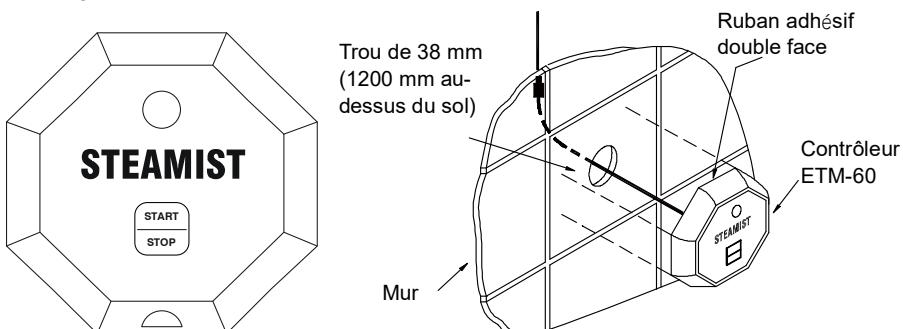

Figure 1: Panneau de commande
1. Le générateur de vapeur doit être solidement fixé au mur ou au sol, et installé le plus près possible de la baignoire ou de la salle de bain. Pour la fixation, installez l'appareil sur un mur vertical, dévissez les deux vis du couvercle, retirez le couvercle, puis fixez l'appareil à l'aide des trous en haut à droite et à gauche. Placez la signalisation à un endroit visible et le générateur dans un endroit accessible pour faciliter son entretien. Veuillez vous référer à la figure 1 pour la fixation.